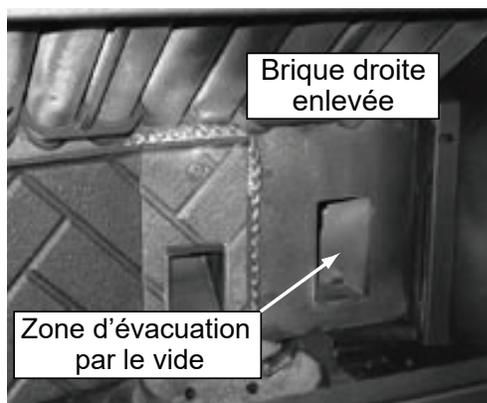
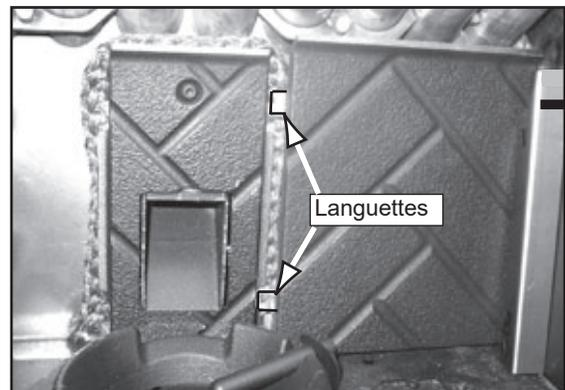

Figure 27.3
Figure 27.4
1. Placez la brique droite derrière le support droit, puis glissez-la vers la gauche pour que les languettes soient derrière la brique centrale. **Figure 27.4.**
5. Insérez le déflecteur dans la partie frontale supérieure de la boîte à feu et tirez-le vers l'avant. Puis soulevez l'extrémité inférieure et insérez la languette du déflecteur dans la fente en haut du support droit pour le verrouiller. **Figure 27.3.** Placez le crochet en bas à gauche du déflecteur au-dessus du bord supérieur de la brique pour assurer une bonne stabilité. **Figure 27.4.**